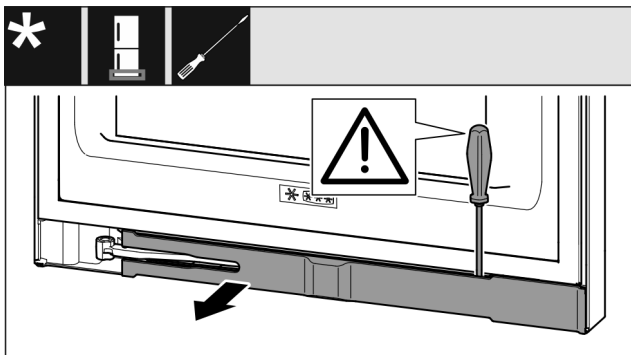

Fig. 11
- ▶ За допомогою шліцевої викрутки звільніть від фіксатора та поверніть убік накладку Fig. 11 (1).